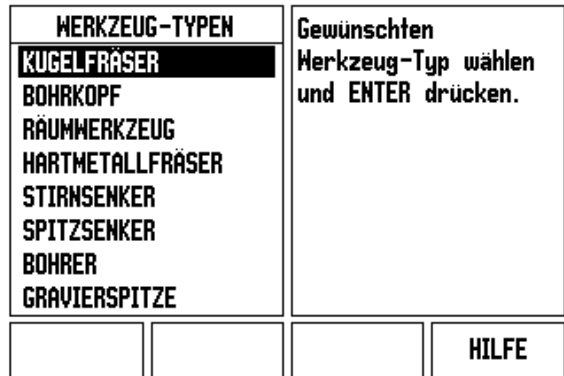

Abb. I.26 Feld WERKZEUG-TYP
► Drücken Sie den Softkey **WERKZEUG-TYPEN**. Wählen Sie den gewünschten Typ aus der Liste aus und bestätigen Sie mit **Enter**. (Siehe „ Abb. I.26“)